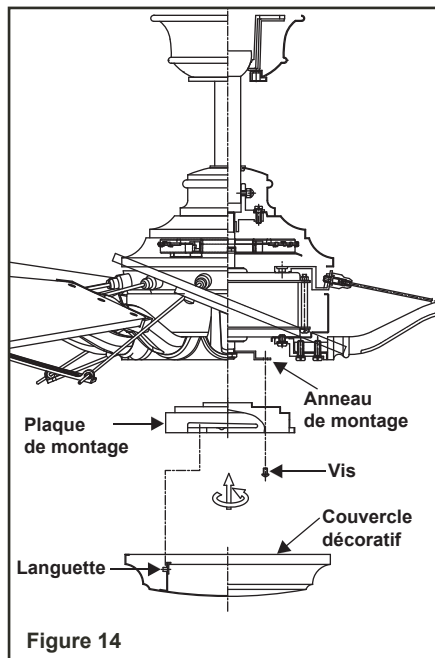

Figure 14
Étape 2. Placez les trous de serrure de la plaque de montage sur les deux vis préalablement desserrées dans l'anneau de montage. Tournez la plaque de montage jusqu'à ce que le couvercle décoratif soit bien en place dans la section étroite des trous de serrure. (Fig. 14)